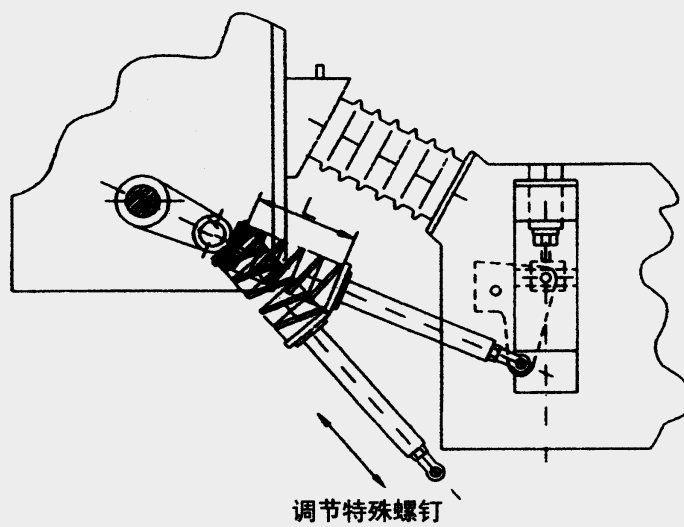

图11. 调整触头行程示意图
- 2、拆下绝缘拉杆与拐臂联接的轴销，拧下软联接与下出线端、导电夹连接的螺栓。再将固定板拆下。然后，将灭弧室下的方向杆端轴承与拐臂连接的带槽销卸下。将定位板的四条螺栓松开，最后，双握住灭弧室往上提即可卸下（见图11）